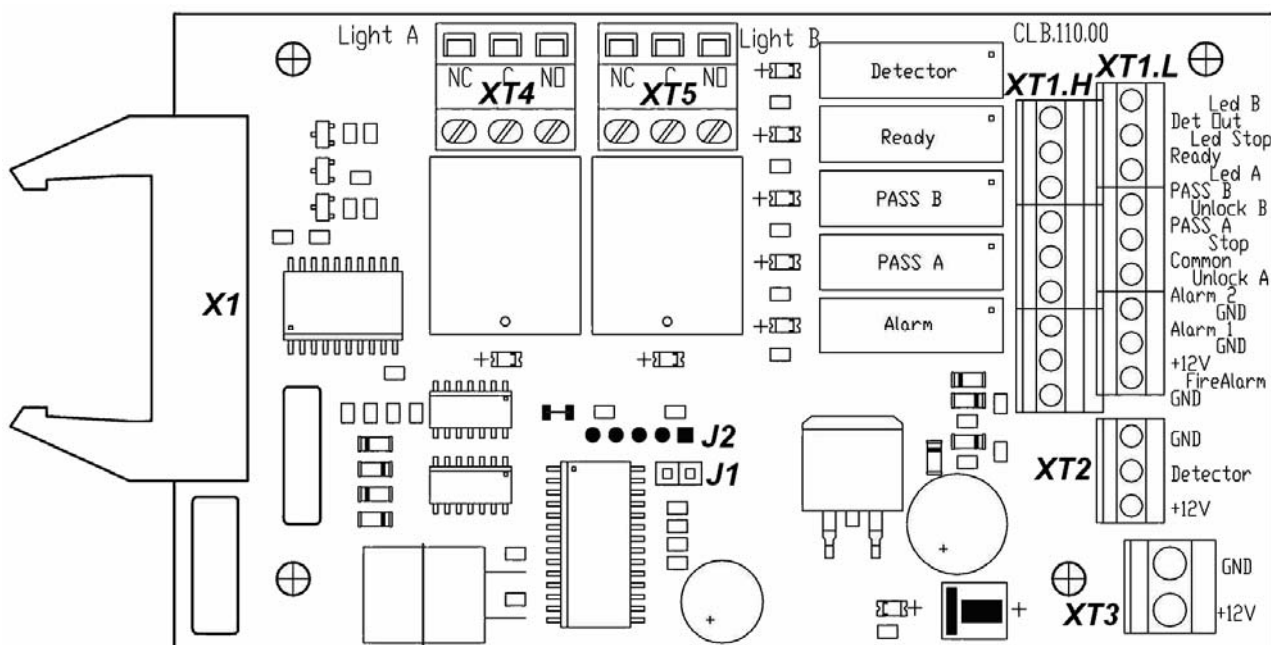
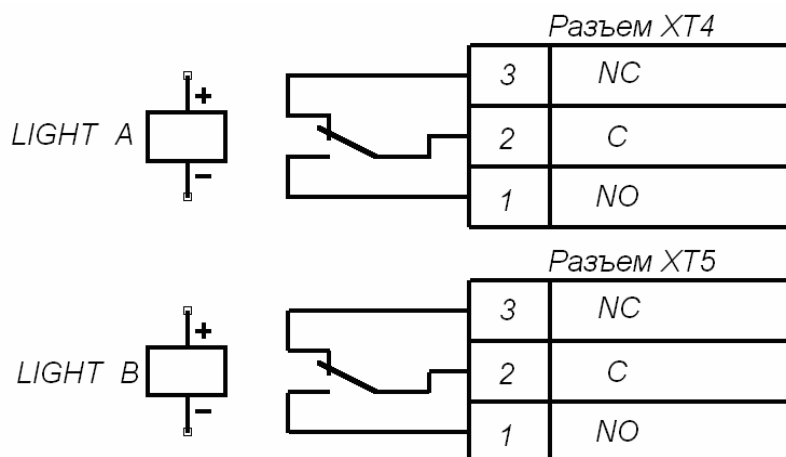

Рисунок 5. Внешний вид платы управления CLB
Рисунок 9. Выходные каскады для Light A и Light B
ПДУ подключается к плате управления гибким многожильным кабелем (11) через клеммную колодку **XT1.L** (см. рис. 5 и 12).
Изменить ориентацию ПДУ относительно установки турникета (если по месту установки турникет обращен к оператору не лицевой, а тыльной стороной) можно, поменяв местами провода от ПДУ, подключаемые на контакты *Unlock A* и *Unlock B*, а также *Led A* и *Led B* соответственно (см. рис. 5 и 12).
На плате управления (см. рис. 5) расположены:
Подключение указанных устройств производится с помощью кабеля (11) к соответствующим клеммным колодкам **ХТ1.L** и **ХТ1.H** платы управления в соответствии со схемой электрических соединений (см. рис. 5 и 12).
Обозначения установленных на плате управления клеммных колодок и назначение их контактов показаны на рис. 5.
Факт срабатывания / отпускания реле **PASS A**, **PASS B**, **Ready**, **Detector** и **Alarm** можно определить по загоранию/гашению красных индикаторов, которые установлены вблизи указанных реле (см. рис. 5).
Режим управления определяется наличием перемычки на разъеме **J1** (расположение разъема **J1** показано на рис. 5: перемычка установлена – импульсный режим управления, перемычка снята – потенциальный режим управления). При поставке перемычка установлена.
Подключение ДКЗП производится к клеммной колодке **ХТ2**, а сирены – к клеммной колодке **ХТ1.Н** платы CLB согласно схеме электрических соединений (рис. 5 и 12). ДКЗП должен иметь нормально-замкнутые контакты.
На контакты *Det Out* и *Common* клеммной колодки **ХТ1.Н** платы управления (рис. 5) всегда транслируется сигнал о текущем состоянии ДКЗП.
Подключение устройства, подающего команду аварийной разблокировки *Fire Alarm*, производится к клеммной колодке **XT1.L** платы CLB согласно схеме электрических соединений (см. рис. 5 и 12). Если вход *Fire Alarm* не используется, то необходимо установить перемычку между контактами *Fire Alarm* и *GND*. При поставке данная перемычка установлена.
Выносные индикаторы подключаются на клеммные колодки **XT4 (Light A)** и **XT5 (Light B)**. При этом реле **Light A (Light B)** активизировано (на его обмотку подано напряжение), когда горит соответствующая данному направлению прохода зеленая стрелка на блоке индикации, и нормализовано (на его обмотку напряжение не подано), когда соответствующая данному направлению прохода зеленая стрелка на блоке индикации не горит. Факт срабатывания / отпускания реле **Light A** и **Light B** можно определить по загоранию / гашению красных индикаторов, которые установлены вблизи указанных реле (см. рис. 5). Выходные каскады для сигналов *Light A* и *Light B* – перекидные контакты реле (см. рис. 9) со следующими характеристиками сигналов: